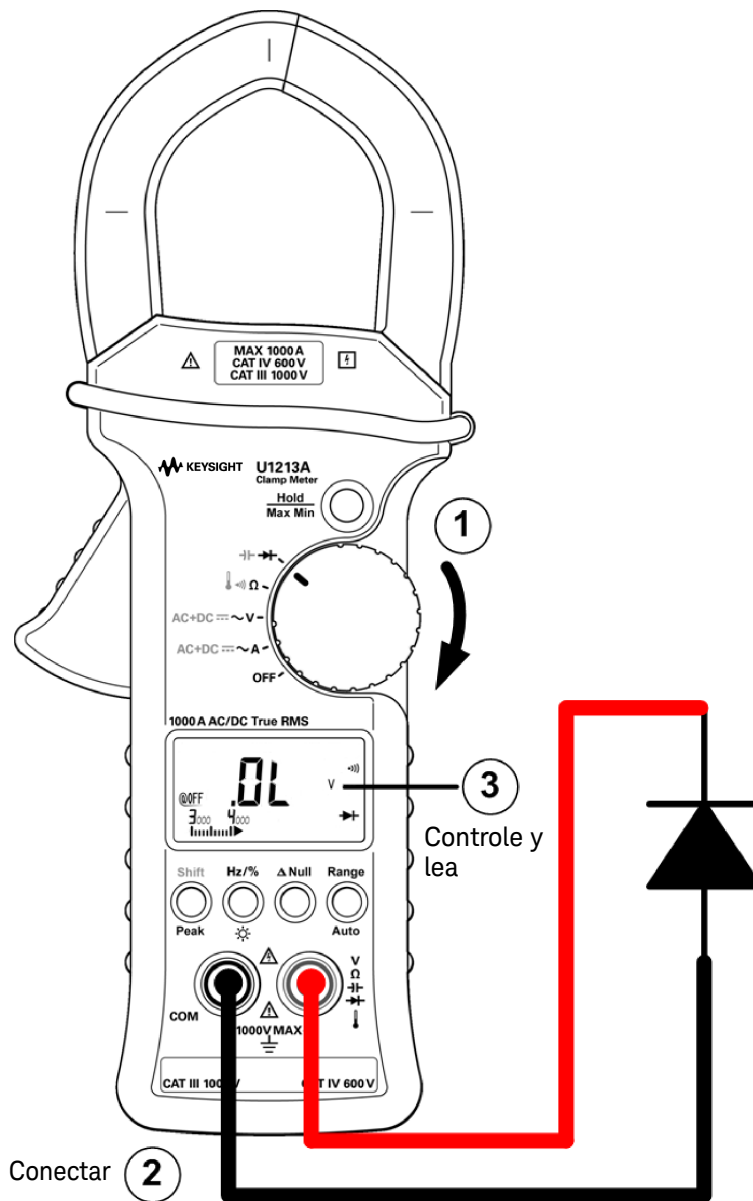

Figura 2-6 Medición de diodo (polarización inversa)
- 4 Invierta las sondas y vuelva a medir la tensión en el diodo (consulte la Figura 2-6 en la página 45). Evalúe el diodo según las siguientes pautas: